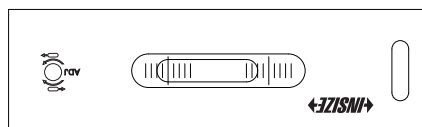

Fig.8
- Ruotare la livella di 180°, far scorrere (non mettere) la livella nella stessa posizione della superficie (Fig. 8).